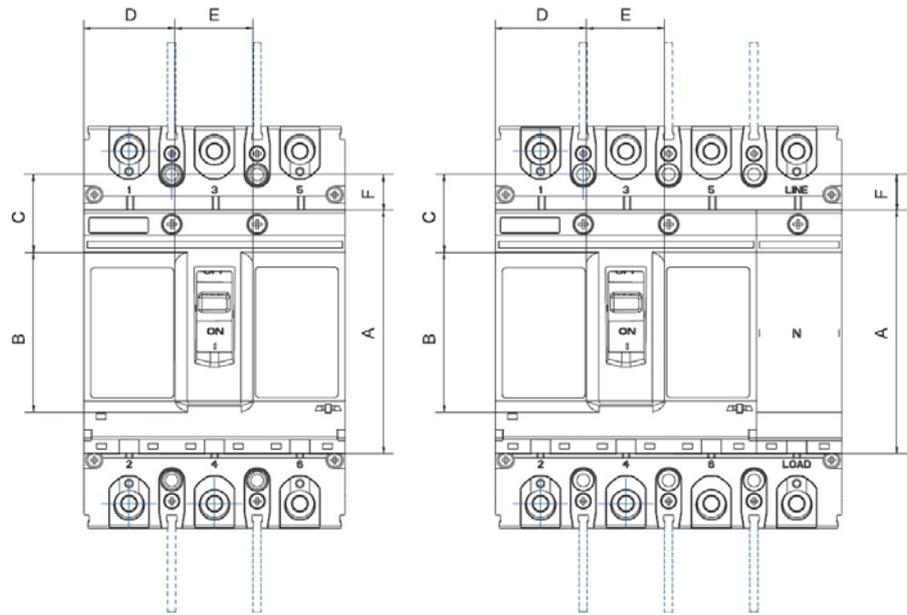

Рисунок 3 Отверстия под рукоятку и панель
9.2 Расположение отверстий под рукоятку и панель (таблица 33 и рисунок 3)